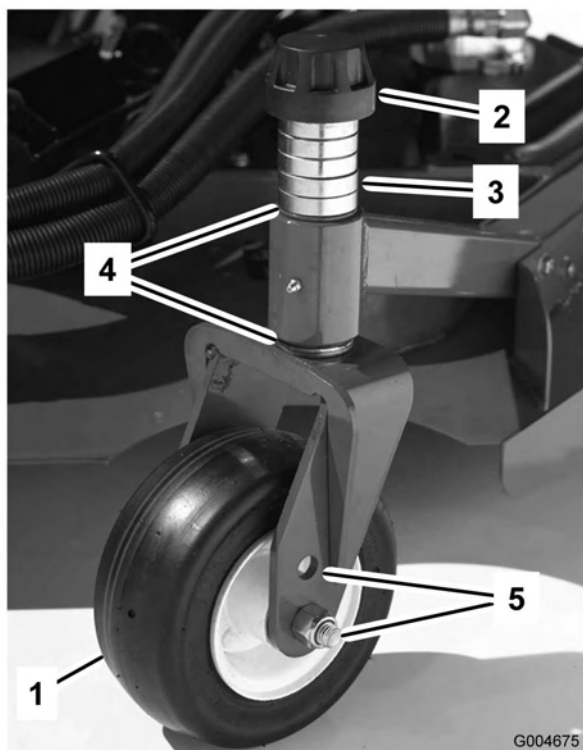
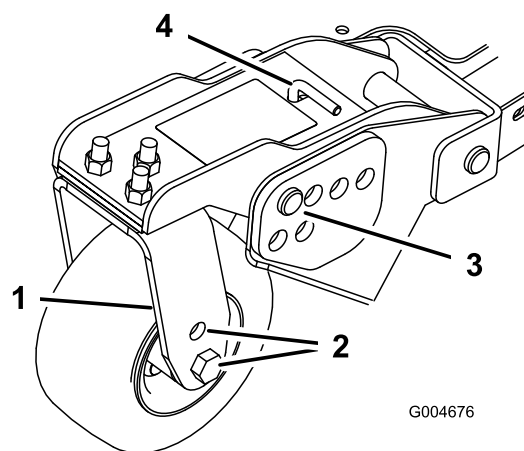
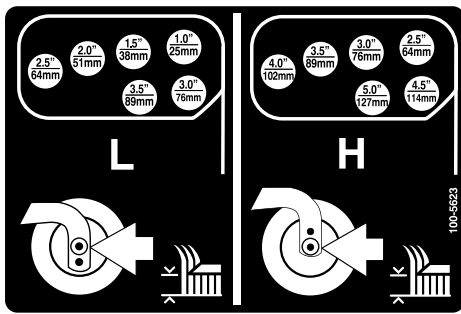

Figura 18
Figura 20
Figura 21
1. Coloque os eixos da roda giratória nos mesmos orifícios em todas as forquilhas da roda giratória (Figura 18 e Figura 20). Consultar o quadro seguinte para determinar quais os orifícios adequados para cada posição.
2. Retire a tampa de fixação do eixo roscado e desloque o fuso (Figura 18) para fora do braço da roda giratória. Coloque ambos os calços (3 mm) no eixo, tal como se encontravam originalmente. Estes calços são necessários para atingir a mesma altura ao longo de toda a largura das unidades de corte. Desloque um número apropriado de cunhas de 13 mm para o eixo para obter a altura de corte desejada; em seguida, desloque a arruela para o eixo.
4. Retire o contrapino tipo grampo e o pino de segurança dos braços articulados da roda giratória (Figura 20).
5. Rode a barra tensora para levantar ou descer o braço articulado, até os orifícios se encontrarem alinhados com a altura desejada dos orifícios da altura de corte na estrutura da unidade corte (Figura 20 and Figura 21).